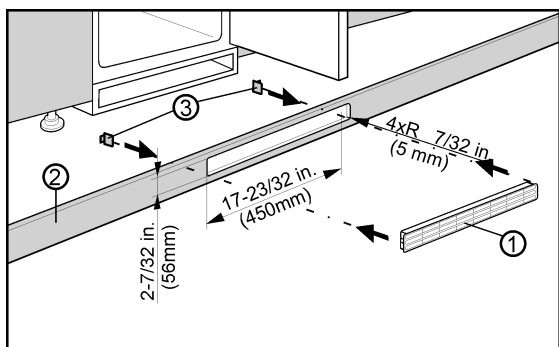

Fig. 6
La ventilación inferior a través del suelo del mueble de cocina puede practicarse con la rejilla de aire Fig. 6 (3) suministrada o mediante un orificio de ventilación con áreas transversales de al menos 31 pulg² (200 cm²). Si utiliza la rejilla de aire Fig. 6 (3) proporcionada, realice lo siguiente:
- Instale la rejilla de aire Fig. 6 (3) en el hueco del suelo del mueble de cocina Fig. 6 (1).